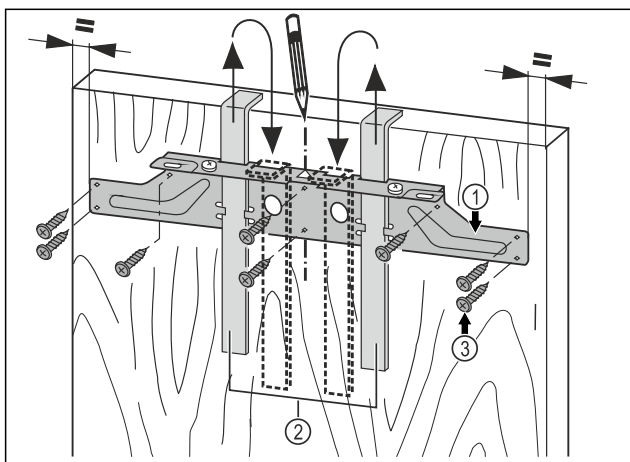

Fig. 45
- Pritrdilni prečnik Fig. 45 (1) z montažnim pripomočkom Fig. 45 (2) obesite na notranjo stran vrat pohišstva.
- Pritrdilni prečnik Fig. 45 (1) naravnajte na sredino vrat.
- Pritrdilno prečko Fig. 45 (1) dobro privijte s pomočjo najmanj 6 vijakov Fig. 45 (3).
- Pritrdilno prečko Fig. 45 (1) s 4 vijaki Fig. 45 (3) dobro privijte na rob.
- Montažne pripomočke Fig. 45 (2) izvlecite navzgor in jih tako obrnjene potisnite v poleg ležeče odprtine.